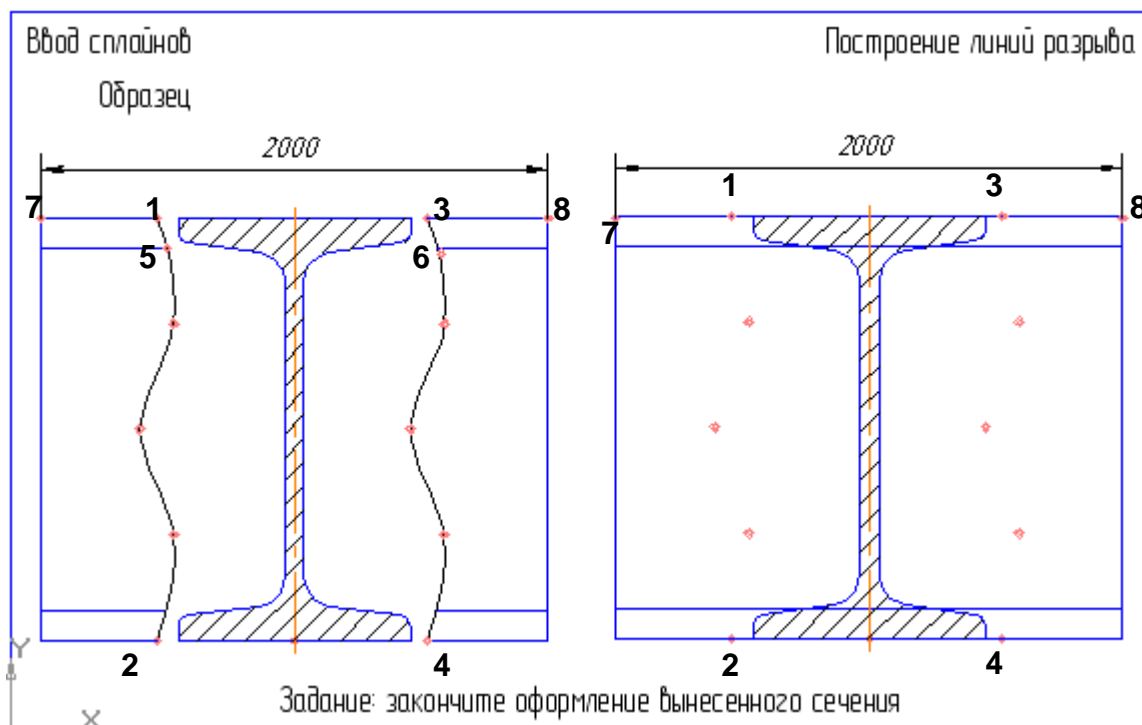

Рисунок 11.8 Задание к Упражнению 11.5
3. В ответ на запрос системы **Укажите начальную точку кривой** укажите точку 1 на верхнем горизонтальном отрезке детали (рисунок 11.8). Используйте локальную привязку **Точка на кривой**.